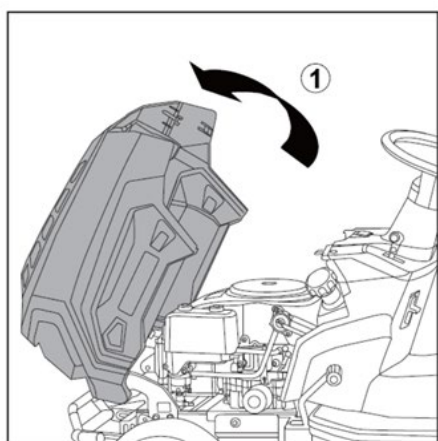

Fig.12A
1. Levante la cubierta frontal para acceder y agregar combustible. (①, Fig.12A)